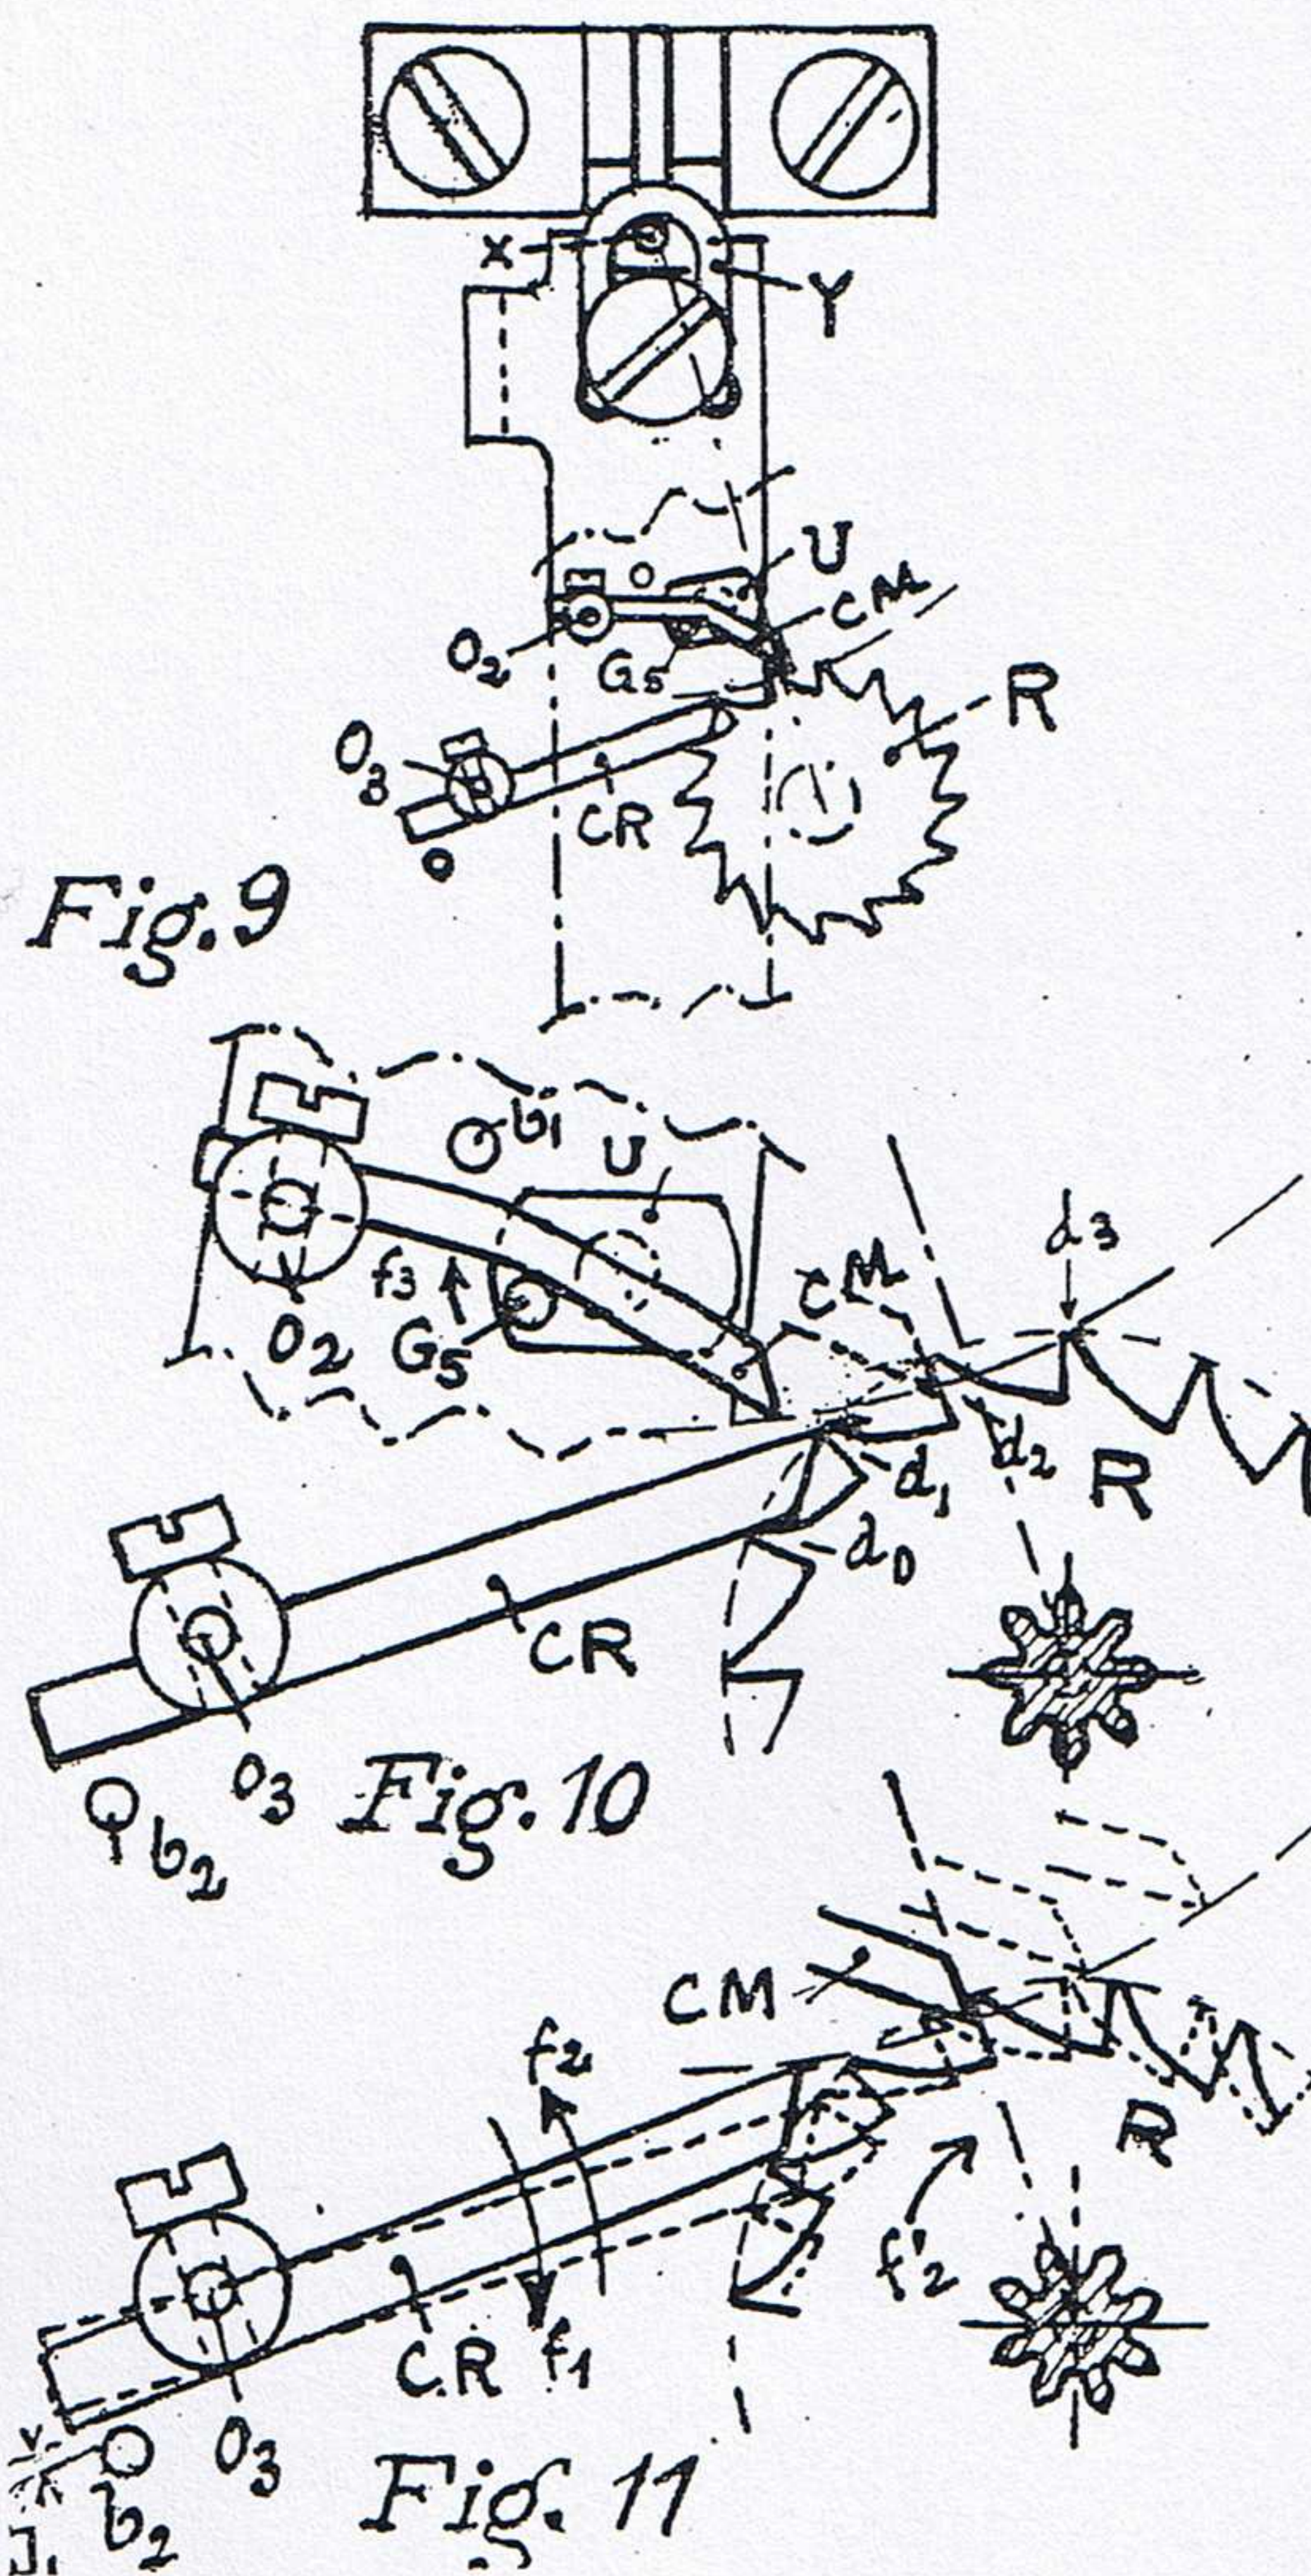

Fig. 9, 10, 11. — Détails de réalisation de l'encliquetage de commande du rouage actionnant les aiguilles
d) *Irrégularité d'encliquetage* (voir les fig. 9, 10, 11 et 12). — Si l'amplitude est bonne, il est probable que les irrégularités sont dues à un encliquetage dérégulé, et il faut examiner la roue à rochet R et le cliquet moteur CM. Ce cliquet CM